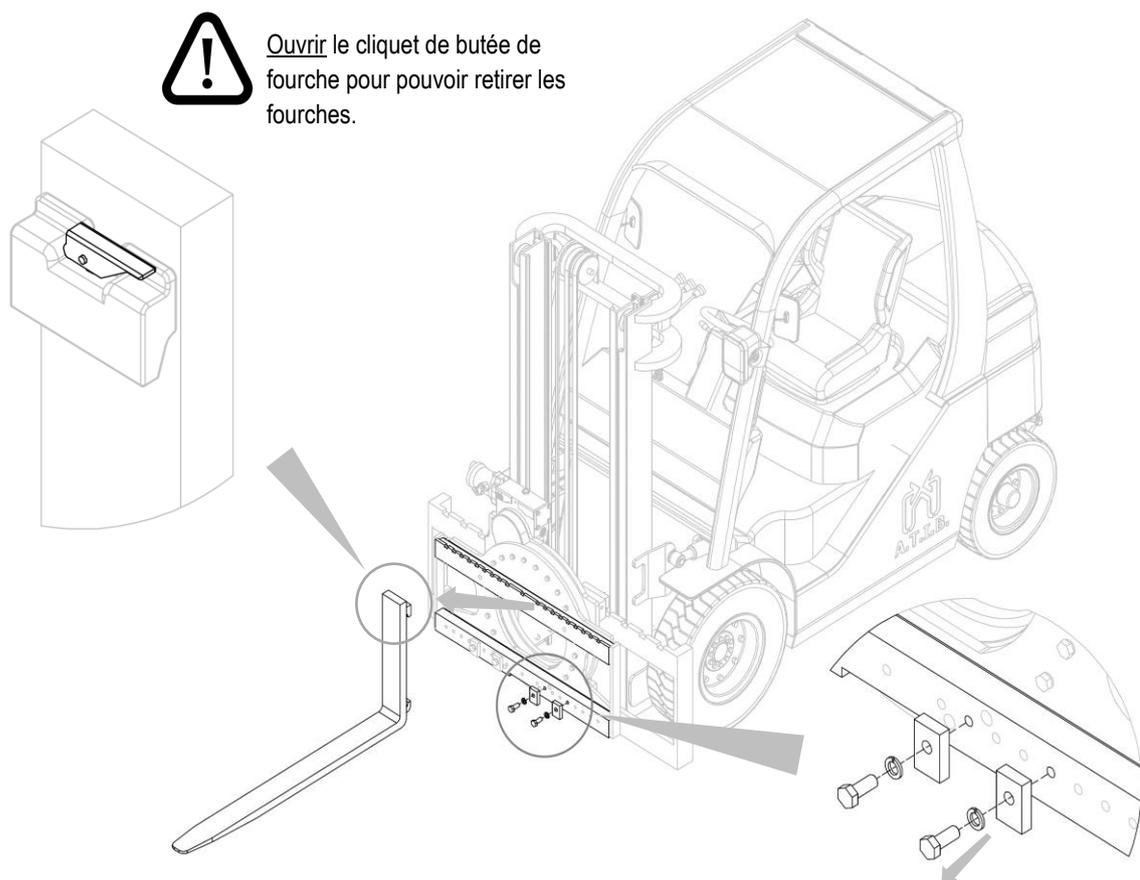

Figure 27
2. Retirer les fourches après avoir dévissé les butées d'arrêt et ouvert le cliquet de blocage (voir *Figure 27*).